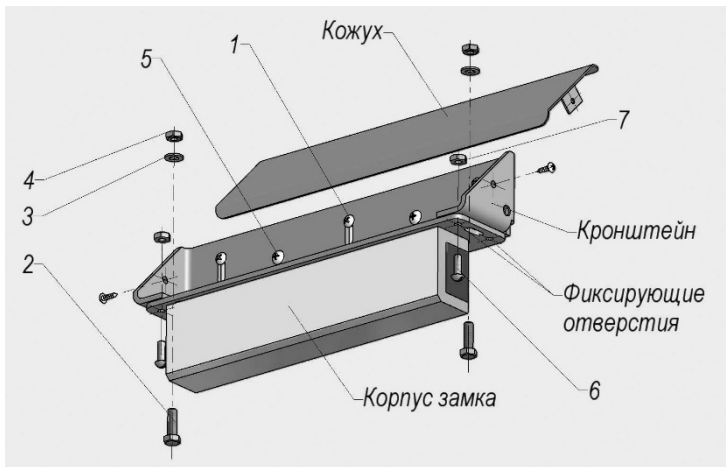

Рисунок 8 - Крепление корпуса замка с помощью монтажного комплекта МК AL-350FB
- **монтажный комплект МК AL-350FB** для крепления корпуса замка (рисунок 8): кронштейн, кожух и комплект крепежа;
Предварительное крепление кронштейна к дверной коробке выполняется через регулировочные пазы с помощью саморезов (поз. 1 рисунок 8). Корпусная часть с помощью крепежа (2, 3, 4) устанавливается на кронштейн. Регулировкой положения корпуса относительно якоря в двух плоскостях необходимо добиться при закрытой двери полного совмещения рабочих поверхностей якоря и корпуса, после чего кронштейн закрепляется с помощью саморезов (5) на дверной коробке. Корпус фиксируется на кронштейне винтами и гайками (6 и 7), для чего в кронштейне сверлятся отверстия диаметром 4 мм по месту фиксирующих отверстий на пластине.